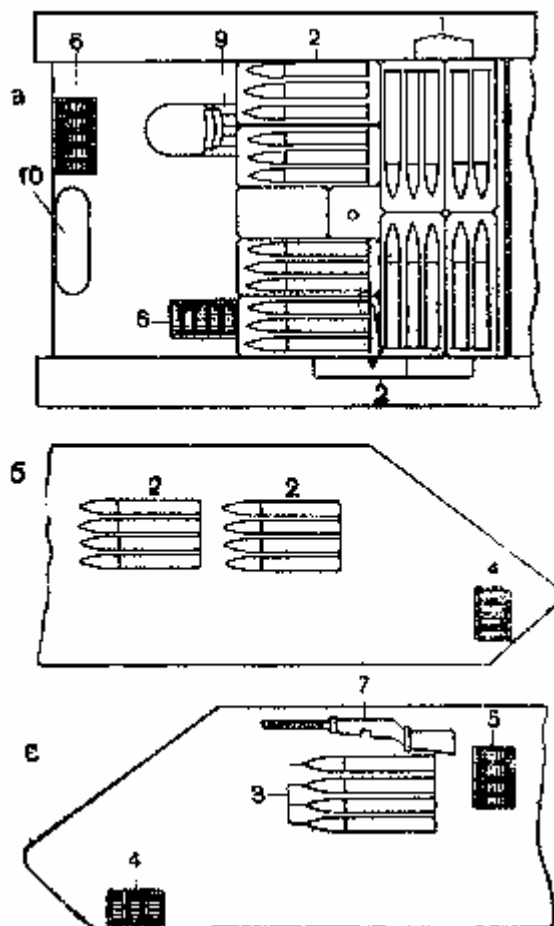
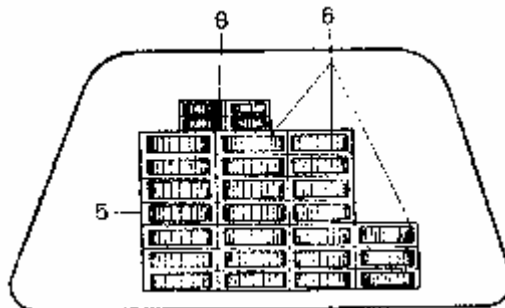

Рис.49. Укладка боеприпасов в корпусе танка:
Рис. 50. Укладка пулемётных дисков в задней части башни танка:
В танке размещается: 100 снарядов (бронебойных — 21 шт., осколочно-фугасных — 75 шт. и подкалиберных — 4 шт.), 50 пулемётных дисков (3150 патронов, из которых: бронебойных — 540 шт., трассирующих — 510 шт. и с легкой пулей — 2100 шт.), 1 пистолет-пулемёт ППШ, 4 магазина к нему и 25 ручных гранат «Ф-1» (рис. 49 и 50).
Для укладки снарядов на полу боевого отделения оборудовано 8 специальных ящиков, в которых размещают 86 снарядов, из них 19 бронебойно-трассирующих 1 (рис. 49) и 67 осколочно-фугасных 2; остальные 14 снарядов размещены так: 2 бронебойно-трассирующих 1 — в кассетах на крышке ящика в правом заднем углу боевого отделения, 8 осколочно-фугасных 2 — на левом фальшборте в боевом отделении и 4 подкалиберных 3 — в кассетах на правом фальшборте.
Пулеметные патроны укладываются в дисковые магазины, которые размещаются так: 7 дисков с легкой пулей — в отделении управления, в носовой части 4 (рис. 49); 11 дисков с бронебойными и трассирующими пулями (совместно) 5: на правом фальшборте — 4 диска и в задней части башни — 7 дисков; 15 дисков с лёгкими и трассирующими пулями (совместно) — в отделении правления 6 (рис. 49) и 17 дисков с лёгкими и трассирующими пулями (совместно) 6 (рис. 50) — в задней части башни. Пистолет-пулемет ППШ крепится на правом фальшборте 7 (рис. 49) двумя ремешками, а патроны к нему в 4 магазинах укладывают в сумках на укладке пулемётных дисков в задней части башни, 8 (рис. 50).
Ручные гранаты «Ф-1» в количестве 25 шт. укладываются в сумках за спинкой сиденья радиста 9 (рис. 49).
- 3) запас продовольствия: 20 суточных дач (укладывается в двух вещевых мешках, в носовой части танка 10 (рис. 49);